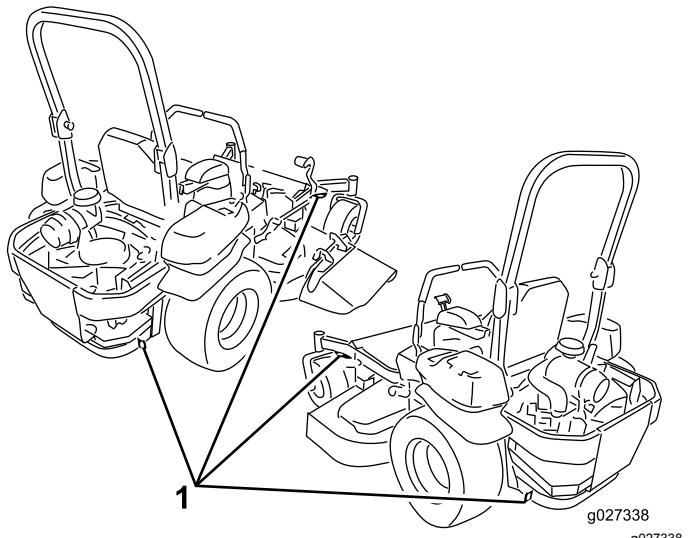

Figure 45
6. Arrimez la machine près des roues pivotantes avant et du pare-chocs arrière à l'aide de sangles, chaînes, câbles ou cordes (Figure 45). Reportez-vous à la réglementation locale concernant les exigences d'arrimage.